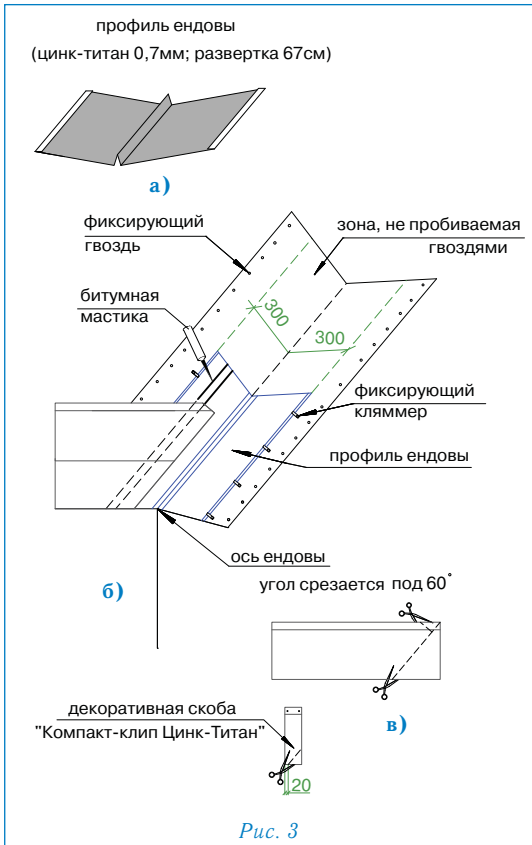

Рис. 3
### Ендова (рис. 3)
- ровно по центру ендовы устанавливается профиль ендовы (цинк-титан 0,7 мм, развертка 67 см) (рис. 3а);
**Внимание: 1.** Необходимо также подрезать верхний уголок обрезанного края листа (см. рис. 3в) для правильного стока воды.
**4.** В случае, если скоба «Компакт-клип Цинк-Титан» приходится на место обреза листа, можно либо обрезать накладку, оставив минимум 2 см в нижней части (рис. 3в), либо произвести укладку листов без использования накладки.